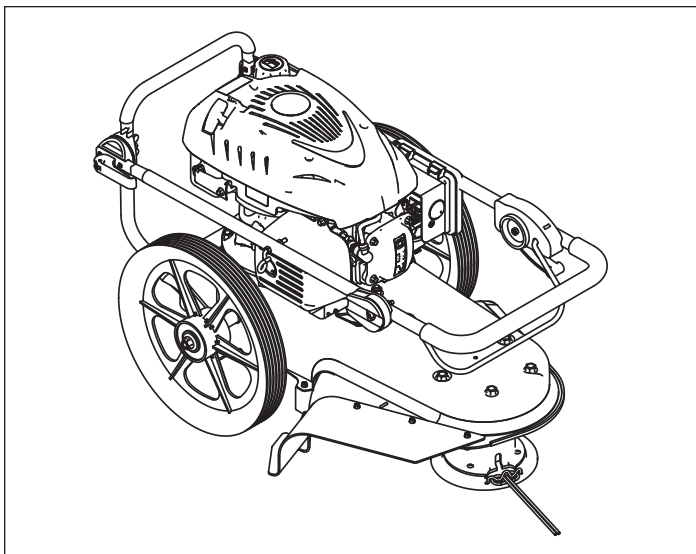

FIGURA 2: De esta manera se embarca la nueva desbrozadora.
4. Saque la desbrozadora de la caja. **CONSULTE LA FIGURA 2.**